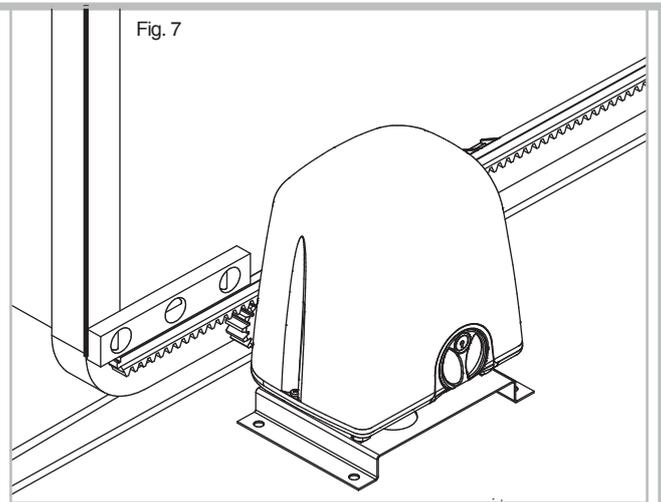

Fig. 7a
- c) Fissare il primo modulo di cremagliera al cancello con le viti autofilettanti fornite in dotazione. Fissare le viti in centro asola come indicato in fig. 7a.